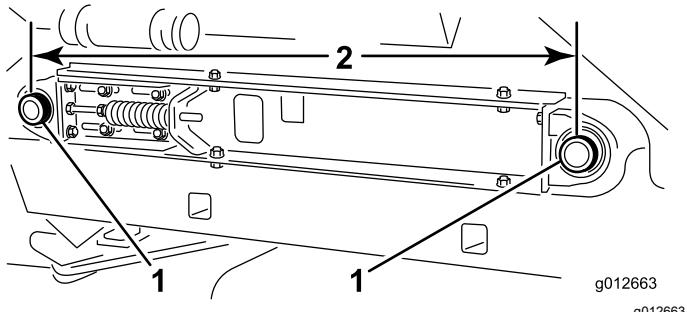

Figure 20
7. Mesurez l'entraxe des arbres des rouleaux de la bande de chaque côté de la machine pour vérifier qu'il est identique (Figure 20).